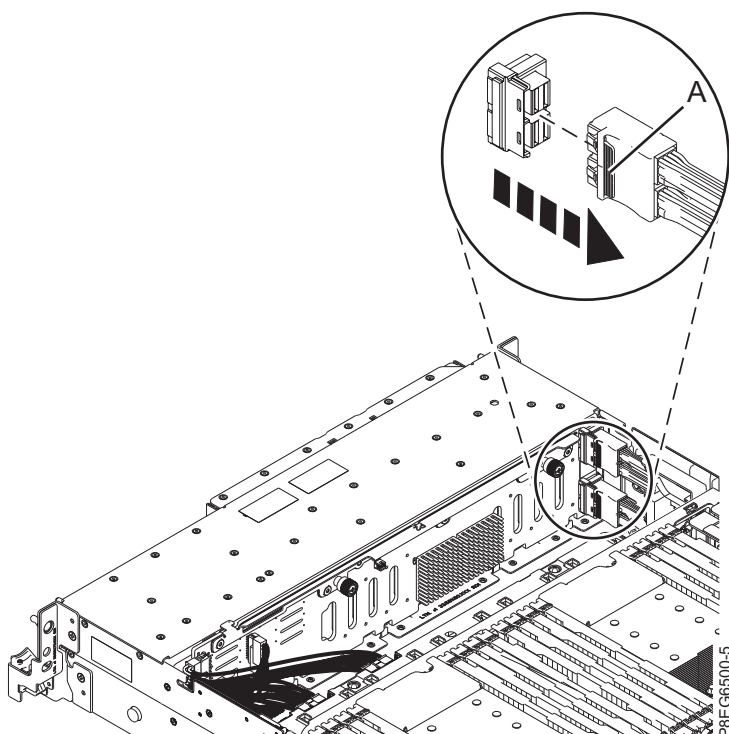

Figura 1. Desconectando os cabos SAS frontais
6. Pressione a trava do conector (A) e desconecte os cabos SAS frontais que estão conectados ao adaptador SAS RAID identificado na etapa 5 do painel traseiro da unidade de disco. Deixe a outra extremidade desses cabos conectados ao adaptador SAS RAID até que seja instruído para desconectá-los. Consulte o Figura 1.